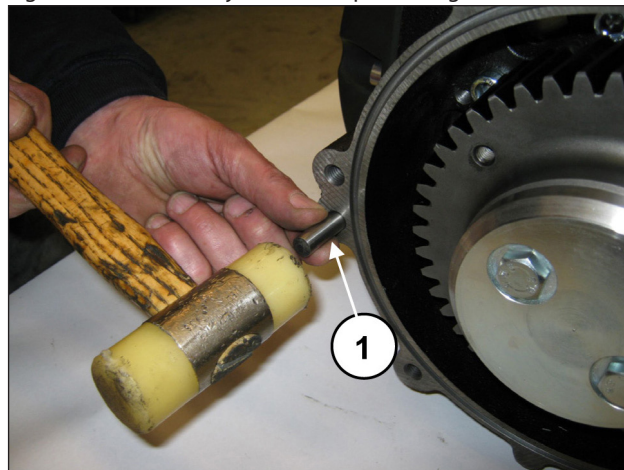
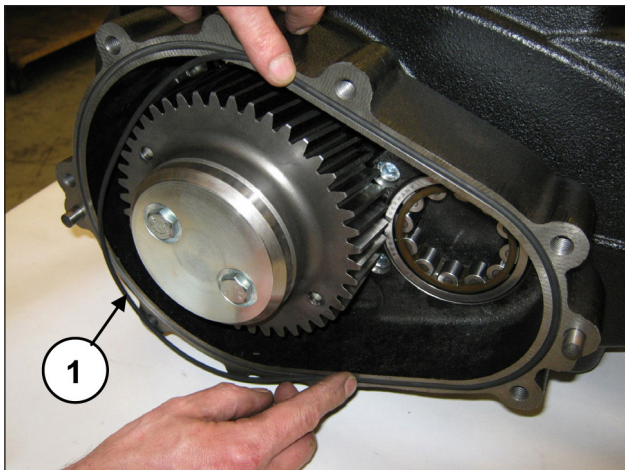

Fig. 78
Fig. 79
Colocar las 2 clavijas Ø10x24 en la caja del reductor (pos. ①, Fig. 78) e introducir la junta tórica (pos. ①, Fig. 79).